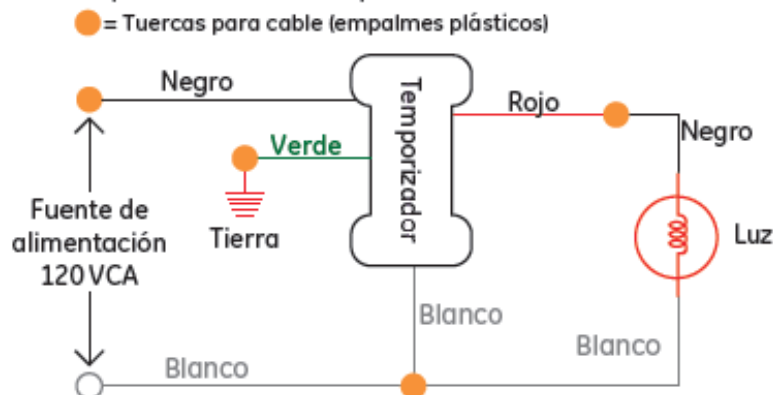

Figura 1
2. Saque el temporizador del paquete. Con la ayuda de un dime, gire suavemente el tornillo central hacia la izquierda. Retire el pasador central. Retire el dial. Figura 1.